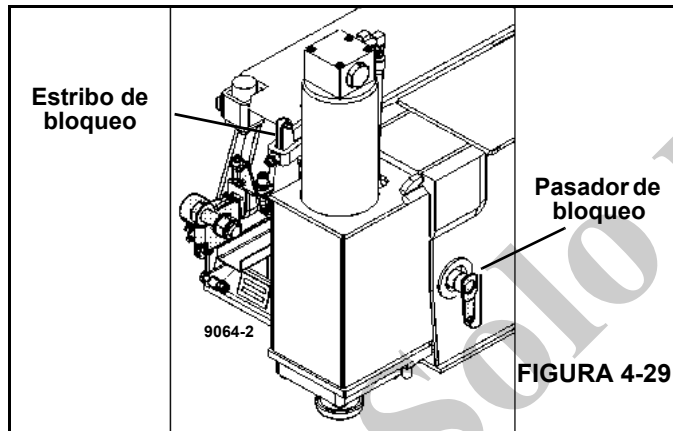

FIGURA 4-29
1. Con los estabilizadores completamente retraídos, desenganche el estribo de bloqueo de su posición de almacenamiento Figura 4-29.
6. Instale el pasador de bloqueo para desplazamiento en la caja de estabilizadores antes del desplazamiento para evitar que la viga se balancee; consulte la Figura 4-29.
Con los estabilizadores completamente retraídos, desenganche el estribo de bloqueo de su posición de almacenamiento. Extienda lentamente los estabilizadores a la posición de extensión parcial hasta que los agujeros de la viga de extensión exterior y la viga de extensión interior queden alineados. Las posiciones de extensión parcial pueden estar a una posición de 57 o 79 por ciento. Extienda la viga hasta que los agujeros para pasador de bloqueo queden alineados con los agujeros de la viga de extensión; consulte la Figura 4-29. Retire el pasador de bloqueo de la escuadra de almacenamiento que se encuentra cerca al bastidor de a caja de estabilizadores. Inserte el pasador de bloqueo en los agujeros de bloqueo de extensión parcial/media y gire el pasador hasta que el pasador de retención quede alineado con la muesca en el agujero de bloqueo de la viga de estabilizador. Gire la manija en el pasador de bloqueo hasta que la orejeta quede orientada hacia abajo para retener el pasador en una posición segura. Si el pasador no se desliza libremente dentro del agujero, extienda o retraiga lentamente la viga para permitir que el pasador de bloqueo quede enganchado en los agujeros.